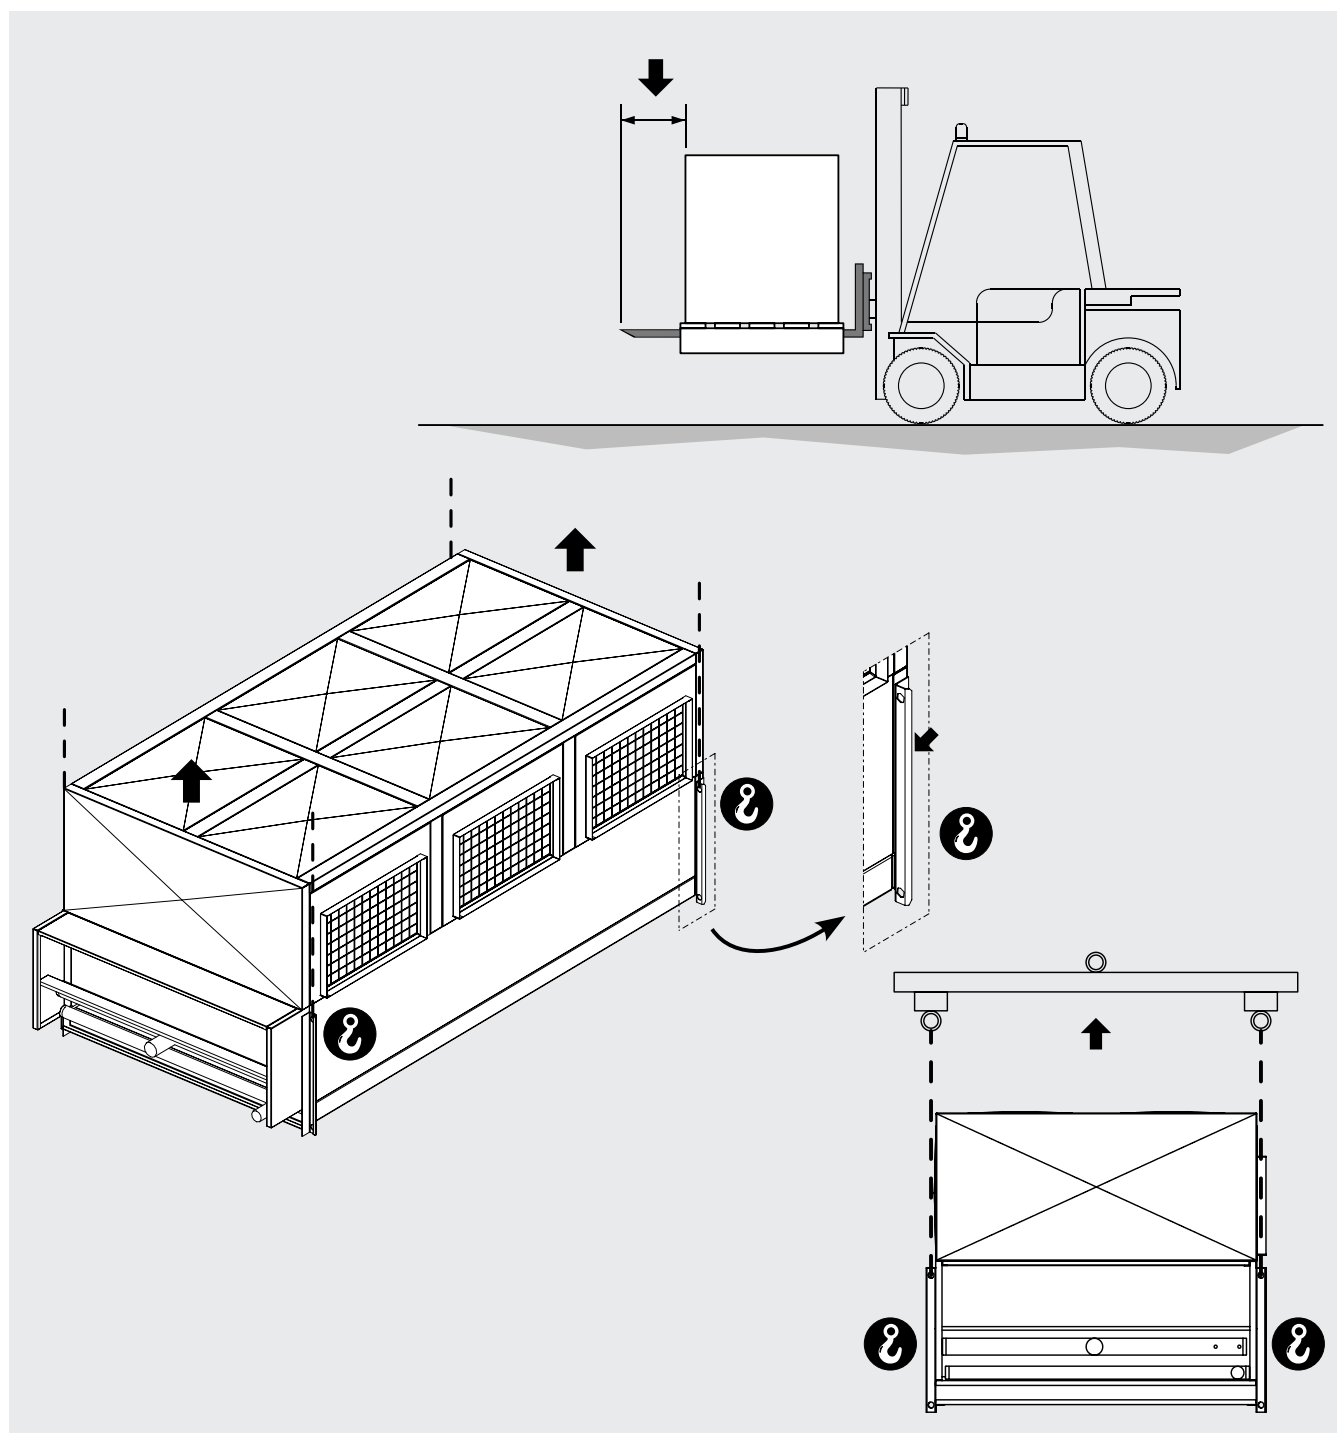

Abbildung 3
- 5.2 Das verpackte Modell muss von qualifiziertem Personal mit Hilfe eines Gabelstaplers mit angemessener Tragfähigkeit oder einem Kran und/oder Laufkran bewegt werden (siehe Abschnitt. 7). Die Hubgabeln müssen länger sein, als die Tiefe der Verpackung und/oder des Modells. Jegliche plötzlichen Bewegungen sind zu vermeiden. Nicht in der Nähe des Manövrierbereichs aufhalten. Die Modelle müssen immer an den Hubvorrichtungen befestigt werden, bevor sie bewegt werden. Ein heftiger Stoß oder eine starke Schubkraft können das Modell kippen. Siehe Abbildung 3.
- 5.11.4 Das ausgepackte Modell anheben, indem es an den seitlichen Hubbügeln angeschlagen wird. Siehe Abbildung 3. Nicht unter einer hängenden Last durchgehen oder stehen bleiben: Quetschgefahr. Gestelle oder andere Stützstrukturen verwenden.